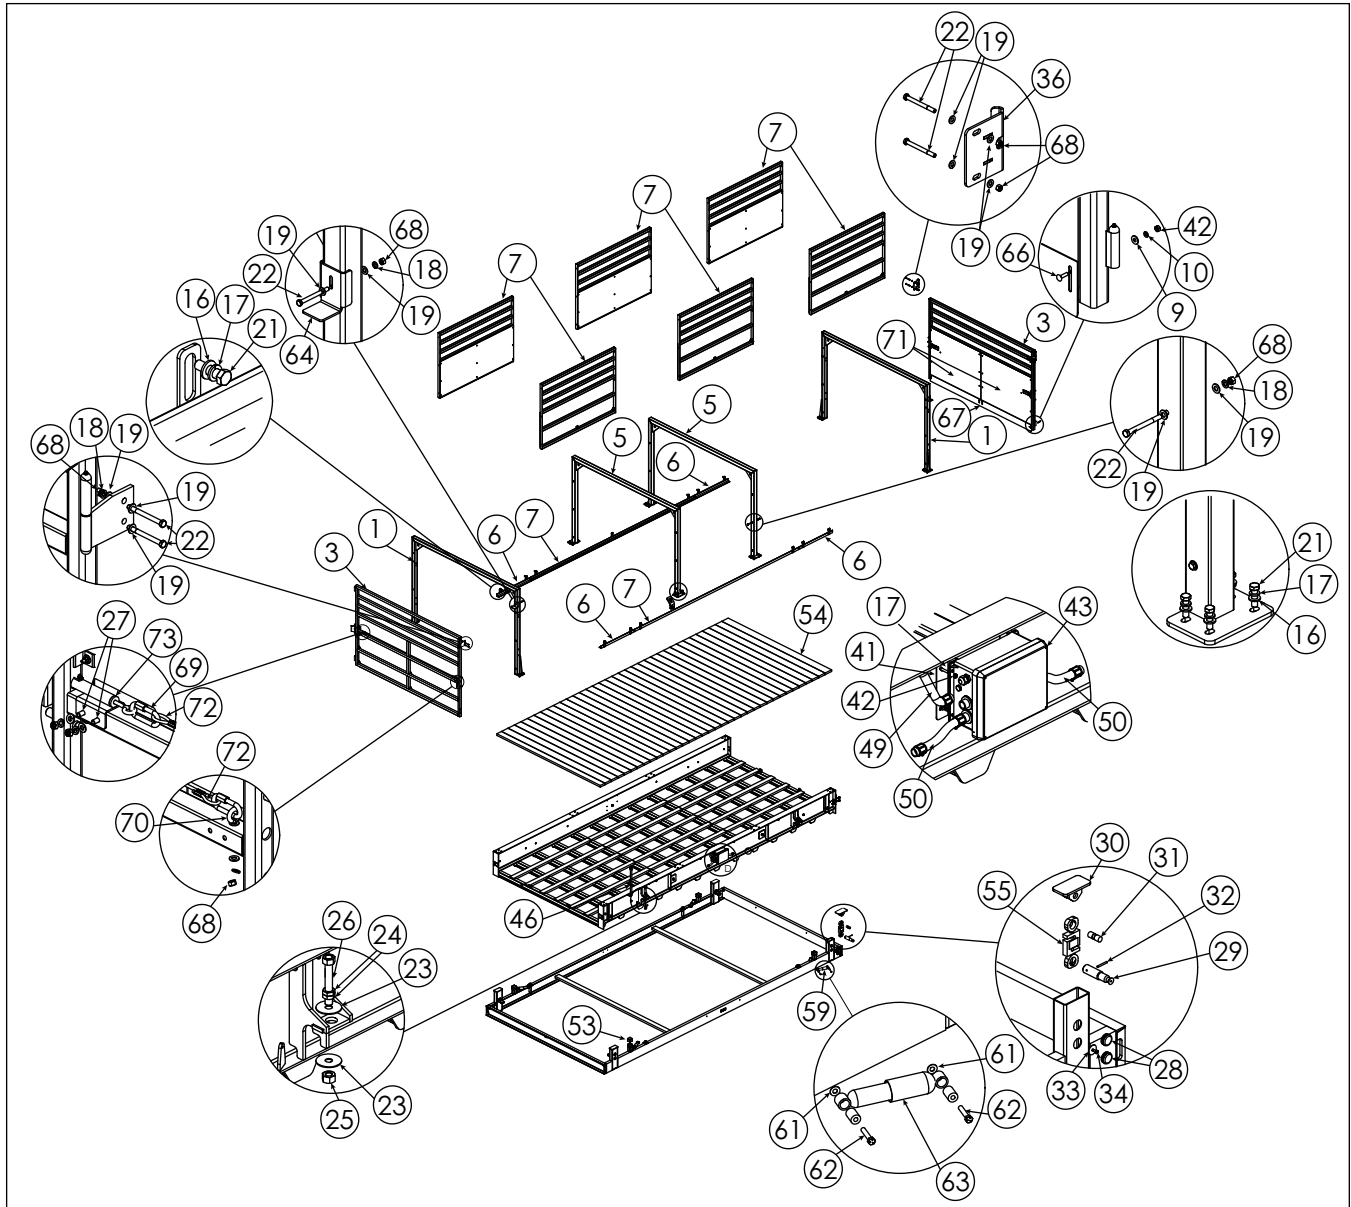

Figura 3-1. Ilustración de piezas de MAS-LC
**NOTA:** Las piezas de recambio que aparecen en la Figura 3-1 y la Tabla 3-1 en la página 13 son para los modelos MAS-LC fabricados en 2019 y posteriores.